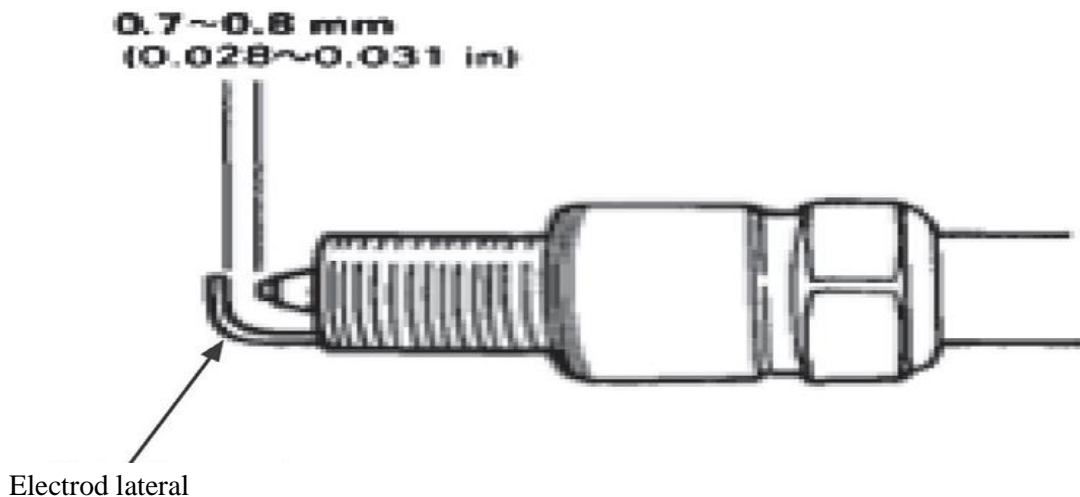

Fig. 5.13
6. Măsurați distanța dintre electrozi cu o leră. Decalajul ar trebui să fie de 0,7 până la 0,8 mm (0,028 până la 0,031 inch). Corectați după cum este necesar prin îndoirea cu grijă a electrodului lateral (Consultați Fig. 5.13)